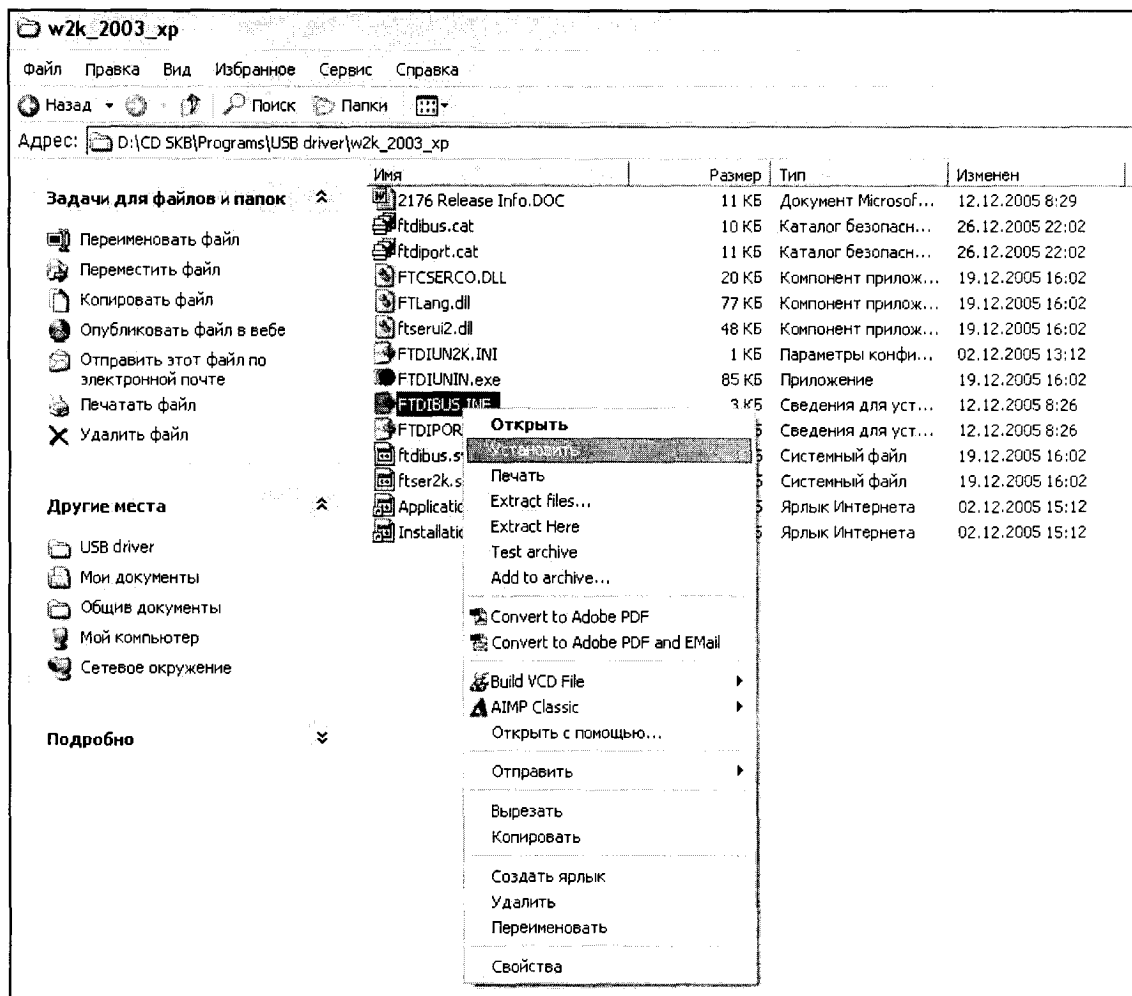

Рисунок 2.7 - Окно ручной установки драйвера
- нажать правой клавишей мыши на файле FTDIBUS.INF в выпадающем меню выбрать пункт «Установить» (рисунок 2.7);